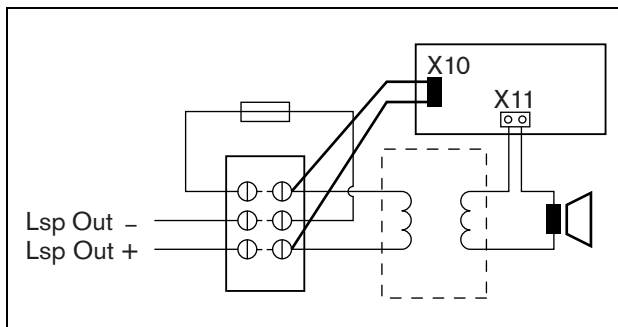

рисунок 13.6: Подсоединение контроля громкоговорителя
- 3 Используя гибкие выводы и спецразъемы, соедините плату с громкоговорителем (см. рисунок 13.6).